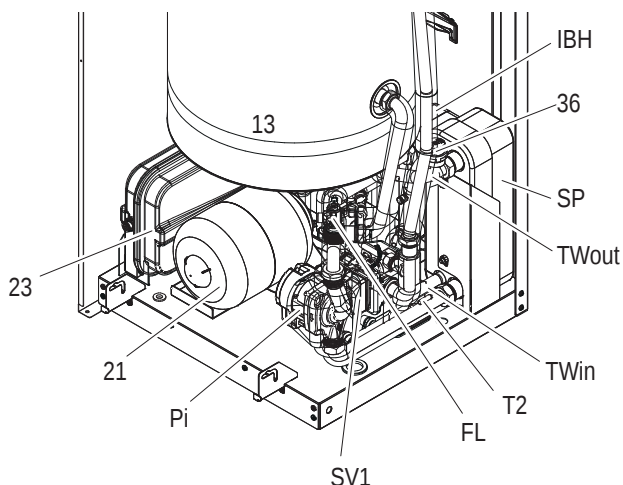
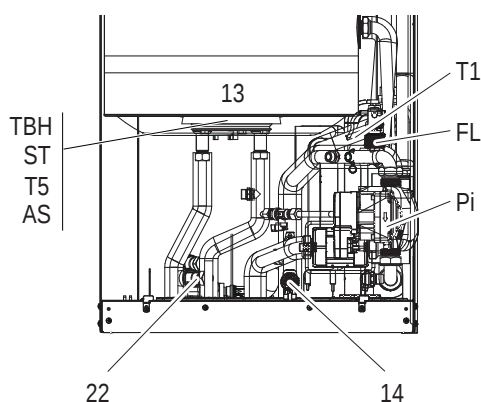
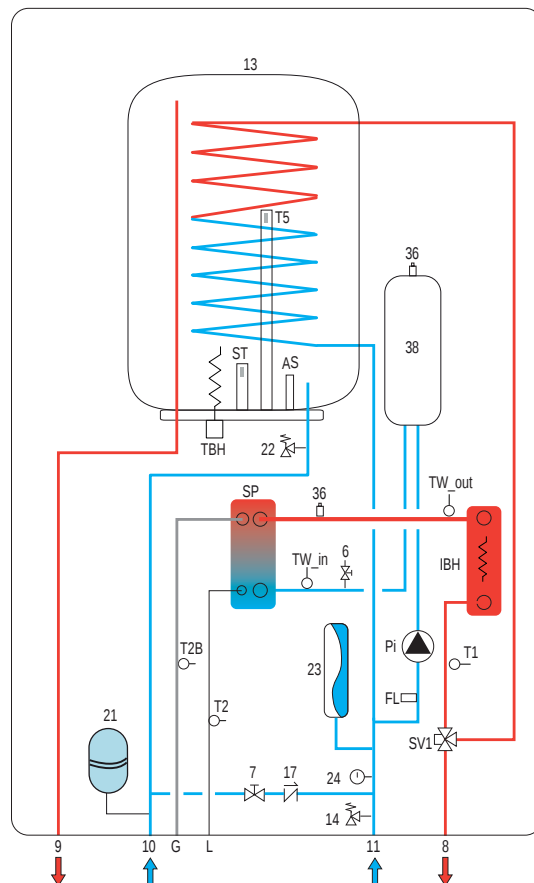
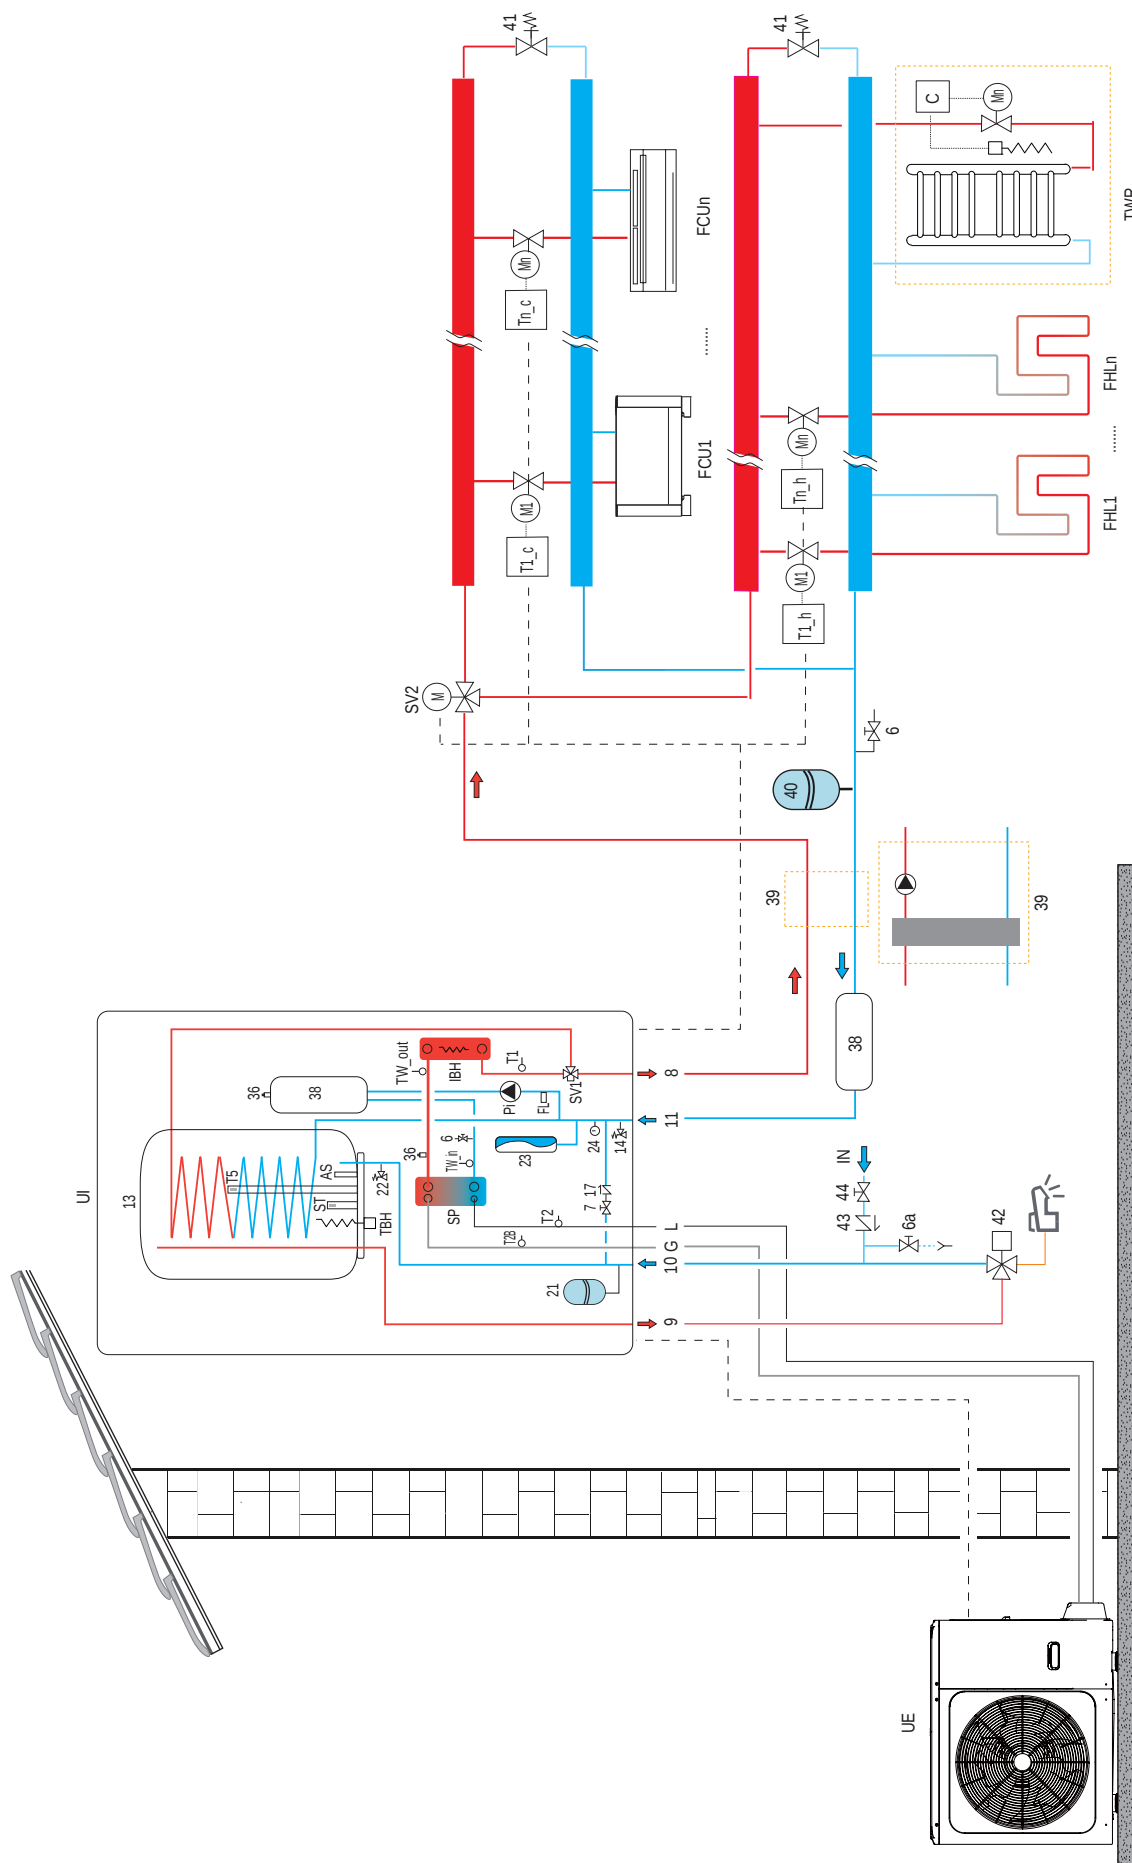

fig. 4 - Vista general
fig. 5 - Descripción de los componentes - vista frontal (sin ref 21 y 23)
fig. 6 - Esquema hidráulico unidad interior
fig. 7 - Ejemplo de diagrama del sistema
LEYENDA ("fig. 4 - Vista general", "fig. 5 - Descripción de los componentes - vista frontal (sin ref 21 y 23)", "fig. 6 - Esquema hidráulico unidad interior", "fig. 7 - Ejemplo de diagrama del sistema")
Para la leyenda de la fig. 7, consulte la página anterior.